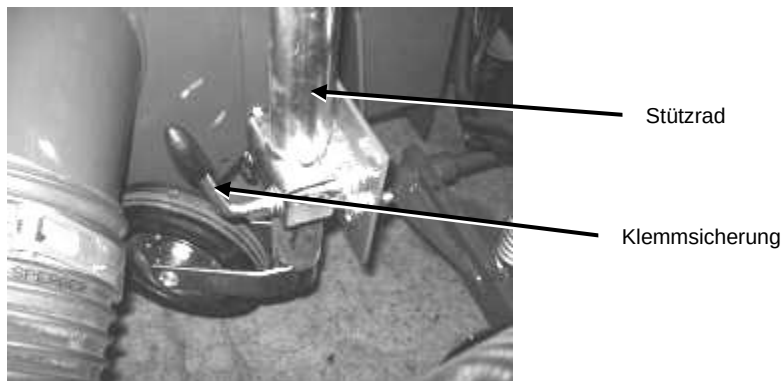

Bild 31: Vorderes Stützrad
1. Lösen Sie die Klemmsicherung des vorderen Stützrades am CLS, senken Sie das Stützrad ab und arretieren Sie die Klemmsicherung wieder (siehe Bild 31)